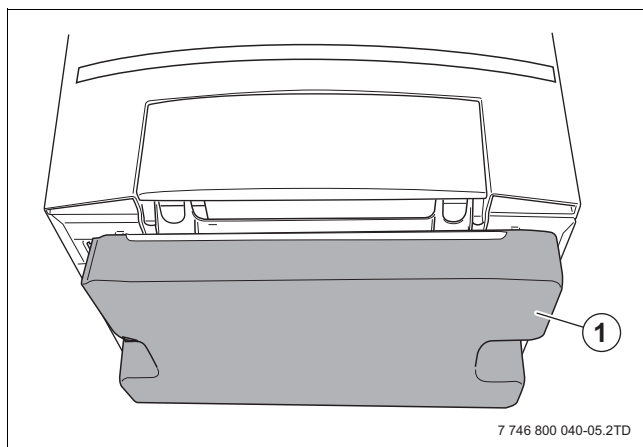

Рис. 8 Пенопластовое дно
- ▶ Удалите пенопластовое дно (→ рис. 8, [1], стр. 22).